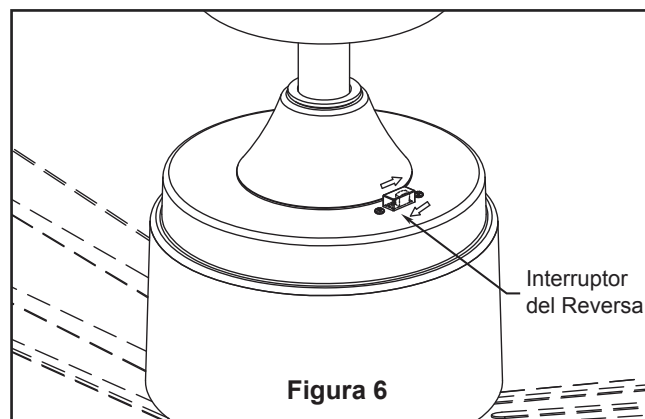

Figura 6
- ☐ **6.** Instale la cubierta del interruptor en la cubierta del interruptor de soporte de la carcasa girándola en el sentido de las agujas del reloj. (Figura 6)
- ☐ 6. Instale la cubierta del interruptor en la cubierta del interruptor de soporte de la carcasa girándola en el sentido de las agujas del reloj. (Figura 6)
- ☐ 6. Si desea que el flujo de aire se desplace en la dirección opuesta, apague el ventilador y espere a que las aspas se detengan. Luego deslice el conmutador inversor a la posición contraria y vuelva a encender el ventilador. (Figura 6)